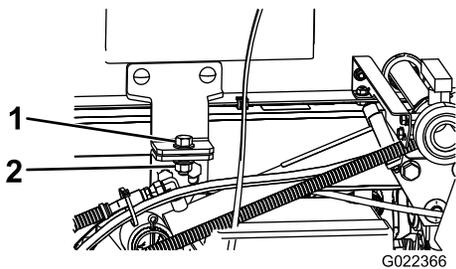

Рисунок 77
4. Выверните предохранительные болты из передней части рамы (Рисунок 77).